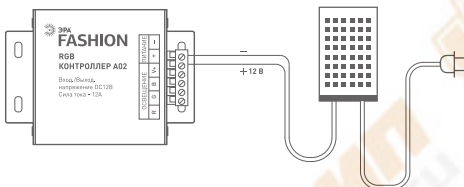

Рис. 4. Подключение источника питания
3. Подключите положительный вывод источника питания к клемме «+», отрицательный к клемме «-» рис. 4.